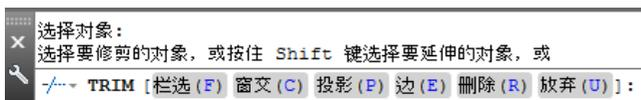
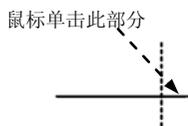
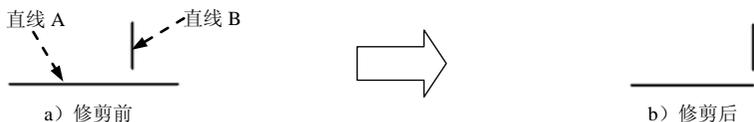

图 6.4.3 命令行提示
图 6.4.4 操作过程
图 6.4.5 修剪不相交的对象
Step4. 修剪对象。选取修剪边后，系统命令行提示如图 6.4.3 所示，在此提示下单击直线 A 位于直线 B 右侧的部分，则该部分被剪掉，如图 6.4.4 所示。按 Enter 键结束剪切操作。
说明：图 6.4.3 所示提示中第一行的含义是，如果该对象与剪切边交叉，则需选取要剪掉的多余部分；如果修剪对象没有与剪切边相交，则需按 Shift 键并选取该对象，系统会将它延伸到剪切边。
在图 6.4.3 的提示信息中，**边(E)**（即“边模式”）选项可控制是否将剪切边延伸来修剪对象。下面以图 6.4.5 所示为例，说明其一般操作步骤。
Step3. 选择修剪边。选取图 6.4.5 中的直线 B 为剪切边，按 Enter 键结束选取。
(1) 在命令行中输入字母 E 后按 Enter 键。
(2) 在输入**输入隐含边延伸模式 [延伸(E)/不延伸(N)] <不延伸>**的提示下，输入字母 E 后按 Enter 键；在直线 A 上单击位于直线 B 右侧的部分，按 Enter 键完成操作。